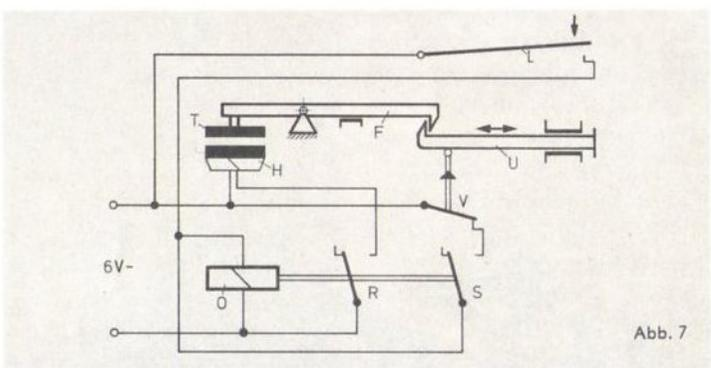

Abb. 7
5. Die elektrische Schaltung, Abbildung 7. Beim Einwurf einer passenden Münze wird der Steuerstromkreis der Relaisspule O geschlossen.